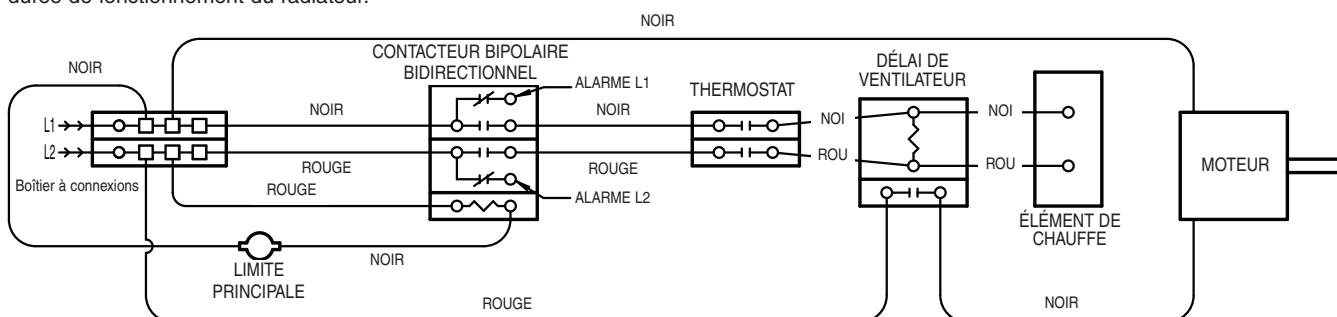

Figure 4 – Schéma de câblage
- Branchez le fil sur le bornier d'alimentation situé à la base du radiateur (Voyez les Figures 4 et 5).
REMARQUE : Cet appareil est fourni avec deux terminaisons 1/4" mâles de connexion rapide (Voyez en Figure 4 le schéma de câblage) repérées comme Alarme L1 et Alarme L2, afin de pouvoir si vous le souhaitez raccorder une alerte extérieure à l'appareil. Cette option permet de donner un avertissement s'il y a surchauffe du radiateur ou s'il se coupe par l'action de son détecteur de dépassement de limite de température. Chaque terminaison (alarmes 1 et 2) fournira du 120 V par rapport à la masse. Le branchement des deux terminaisons Alarme L1 et L2 fournira la tension secteur (208 ou 340 V) pour actionner l'alerte extérieure.